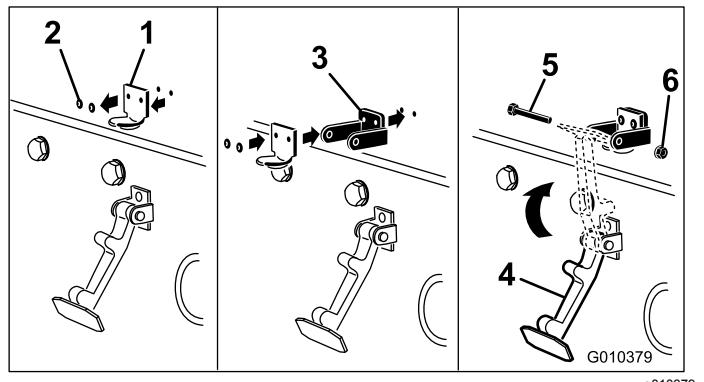

Figura 4
2. Retire os (2) rebites que prendem o suporte do trinco do capot ao capot (Figura 4). Retire o suporte do trinco do capot.
3. Ao alinhar os furos de montagem, posicione o suporte do trinco CE e o suporte do trinco do capot no capot. O suporte do trinco tem de estar contra o capot (Figura 4).
5. Prenda o trinco no suporte do trinco do capot (Figura 4).
6. Insira um parafuso (1/4 pol. x 1 1/2 pol.) através do suporte do trinco do capot e prenda com uma porca de freio (Figura 4).